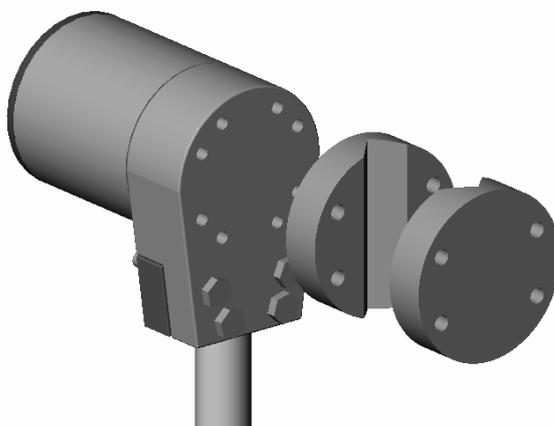

Figura 6 – Extracción de los bloques de mordaza de la barra de montaje
- Suelte y extraiga los 4 tornillos que fijan los dos bloques de mordaza al cabezal (para fijar la unidad a la barra cuadrada) y extraiga los dos bloques según se indica en figura 6. Según la configuración, es posible que haya que girar los bloques de mordaza para la fijación vertical o horizontal a la barra cuadrada.